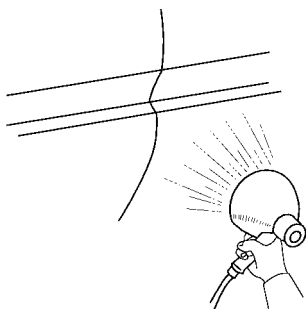

图 17-71 加热车身上的嵌条安装面
(2) 加热车身上的嵌条安装面。使用加热灯将车身上的嵌条安装面加热到 $30 \sim 50^{\circ}\text{C}$ ，如图 17-71 所示。